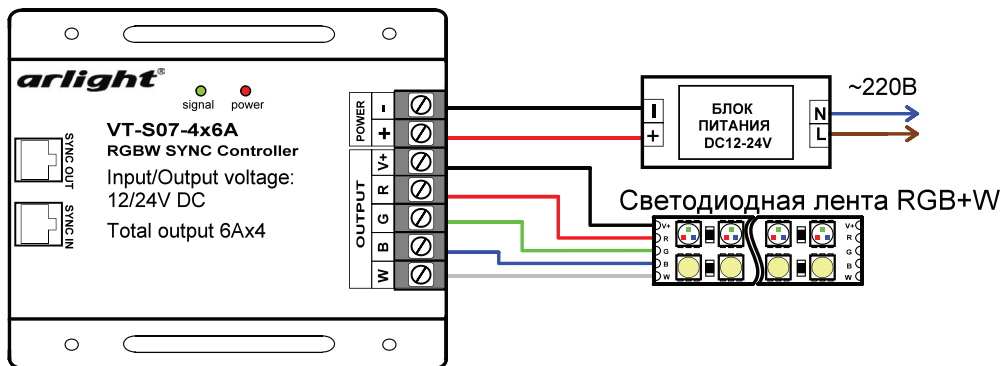

Рис.1. Схема подключения контроллера
- 3.4. Соедините оборудование согласно приведенной схеме (рис.1.)